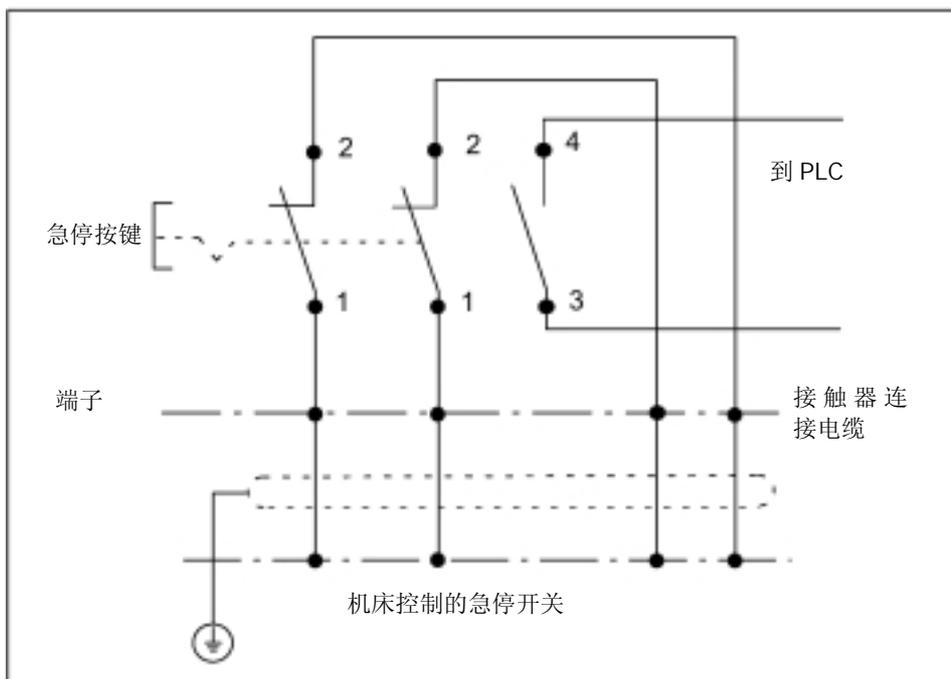

图 12-12 推荐使用的急停开关电路
1. 使能键如图 12-12 中所示连接（使能键必须按照 ISO11161，章节 6.5 进行设计）。